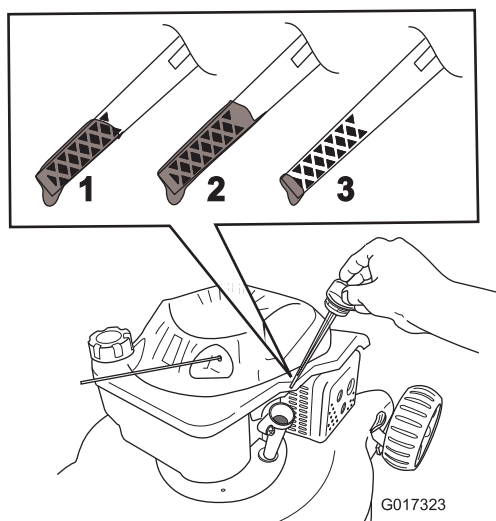

Figure 22
8. Sortez de nouveau la jauge et vérifiez le niveau d'huile (Figure 22).